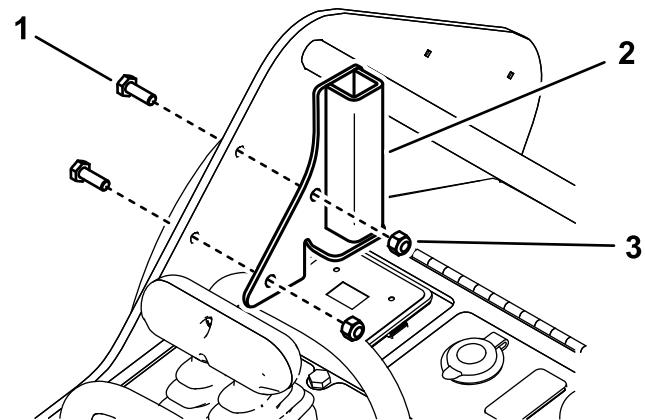

Figura 7
3. Montate la staffa di protezione sinistra sulla struttura sinistra servendovi di 2 bulloni (1/4 x 3/4 poll.) e 2 dadi di bloccaggio (1/4 poll.) come illustrato nella Figura 7.
4. Montate la staffa di protezione destra sulla struttura destra servendovi di 2 bulloni (1/4 x 3/4 poll.) e 2 dadi di bloccaggio (1/4 poll.), analogamente a Figura 7.